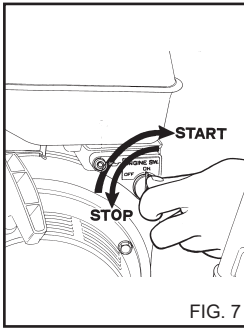

FIG. 7
3) Posicione o comutador do motor na posição ON (fig.7)
a) Posicione o comutador do motor na posição OFF (fig. 7)